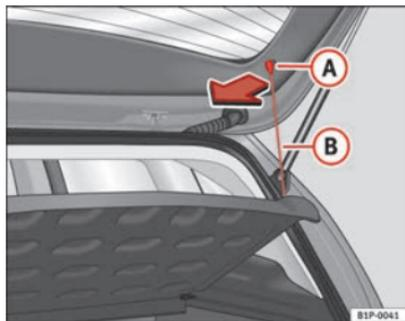

Fig. 105 Chapeleira porta-objectos
- Desengatar os tirantes ⇒ Fig. 105 B dos alojamentos A.